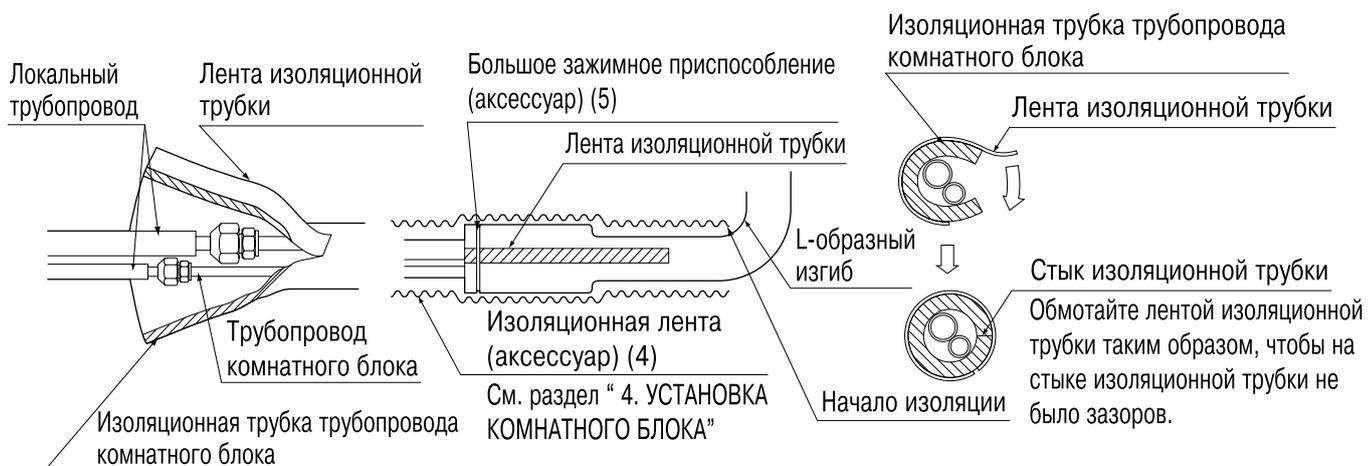

Рис. 15
- После проверки, нет ли утечек газа, обязательно заизолируйте соединения труб с использованием дополнительных изоляционных трубок и изоляционная лента (4). изоляционная лента (4) необходимо намотать от L-образного изгиба по всему участку до его окончания внутри блока. **(См. рис. 15)**